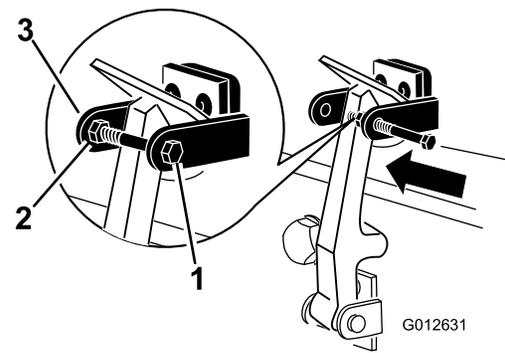

Bild 7
7. Schrauben Sie die Schraube in den anderen Arm der Motorhaubenhalterung, um den Riegel zu arretieren (Bild 7). Ziehen Sie die Schraube (nicht die Mutter) an.